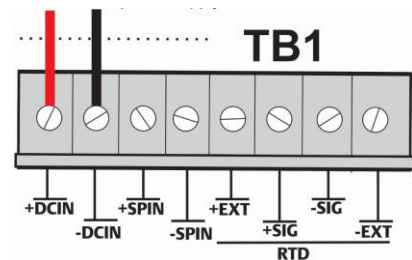

图8. 接线至直流电源（带可选I/O）
- 将每条裸露的线头插入适当的连接器，并固定电线（请参阅图8和9）。